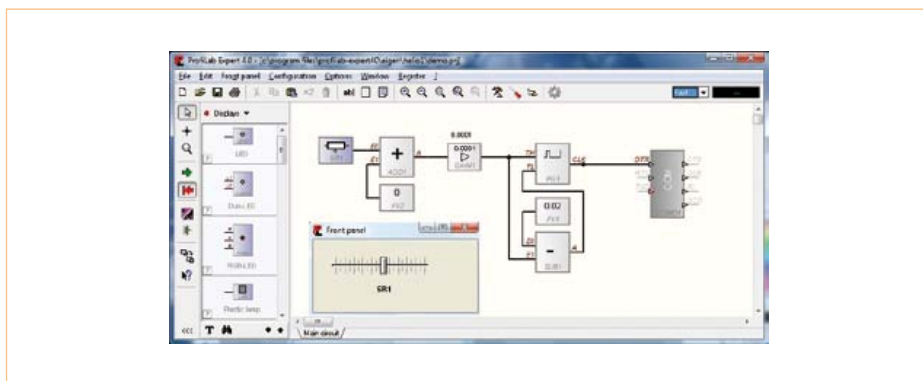

Figure 2. Exemple simple de programme Profilab.
La **figure 2** donne un exemple de programme Profilab. La glissière SR1 peut régler la valeur entre 10 et 20, d'après le réglage des paramètres pour SR1. On la voit dans l'écran du programme. Le bloc ADD1 y ajoute encore éventuellement la valeur du bloc FV2. Le bloc GAIN1 multiplie la sortie A par le facteur 0,0001, de sorte que le signal se forme avec une valeur entre 0,001 et 0,002. Ce signal est appliqué au bloc fonctionnel PG1, un générateur d'impulsions dont nous pouvons régler la durée des niveaux haut (TH) et bas (TL).